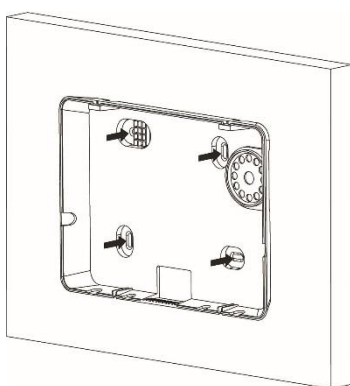

Abbildung 3
Schritt 3. Verwenden Sie die Basis als Schablone, um die Positionen der Montagebohrungen an der Wand anzuzeichnen (**Abbildung 3**). Befestigen Sie die Zentrale mit den im Lieferumfang enthaltenen Dübeln an der Wand (**Abbildungen 4 und 5**).